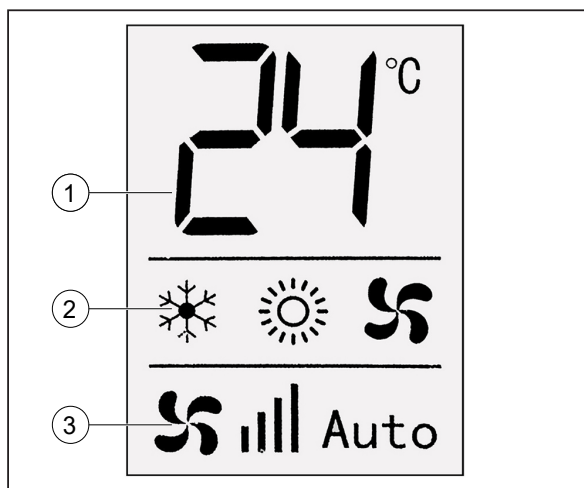

Fig. 15
Als de airconditioner door het elektriciteitsnet van stroom wordt voorzien, maar uitgeschakeld is, toont het display alleen de omgevingstemperatuur in het eerste veld ("Fig. 15" ref. 1).
Als de airconditioner aan staat wordt in het middelste veld ("Fig. 15" ref. 2) de symbolen weergegeven die de werkingstand aangeven:
In het derde veld ("Fig. 15" ref. 3) wordt de werkingstand van de ventilator getoond.
De twee cijfers van het eerste veld ("Fig. 15" ref. C) geven normaal de omgevingstemperatuur aan die door de airconditioner in het interieur van de camper is waargenomen.